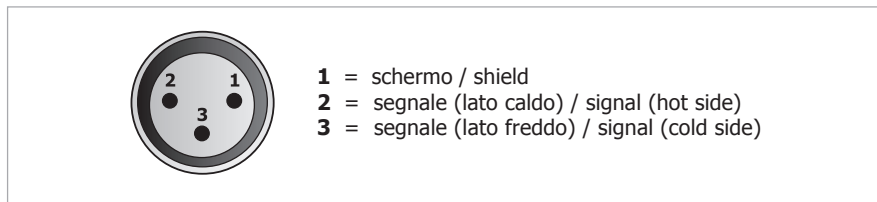

Fig. 3.2.1
Alle prese bilanciate XLR **MIC. 1** e **MIC.2 (11)** è possibile collegare tutti i microfoni PASO di tipo dinamico; i collegamenti a queste prese sono riportati nella Fig. 3.2.1.
It is possible to connect any PASO microphone of the dynamic type to balanced XLR **MIC. 1** and **MIC. 2** sockets (**11**). The connections to these sockets are shown in Fig. 3.2.1.